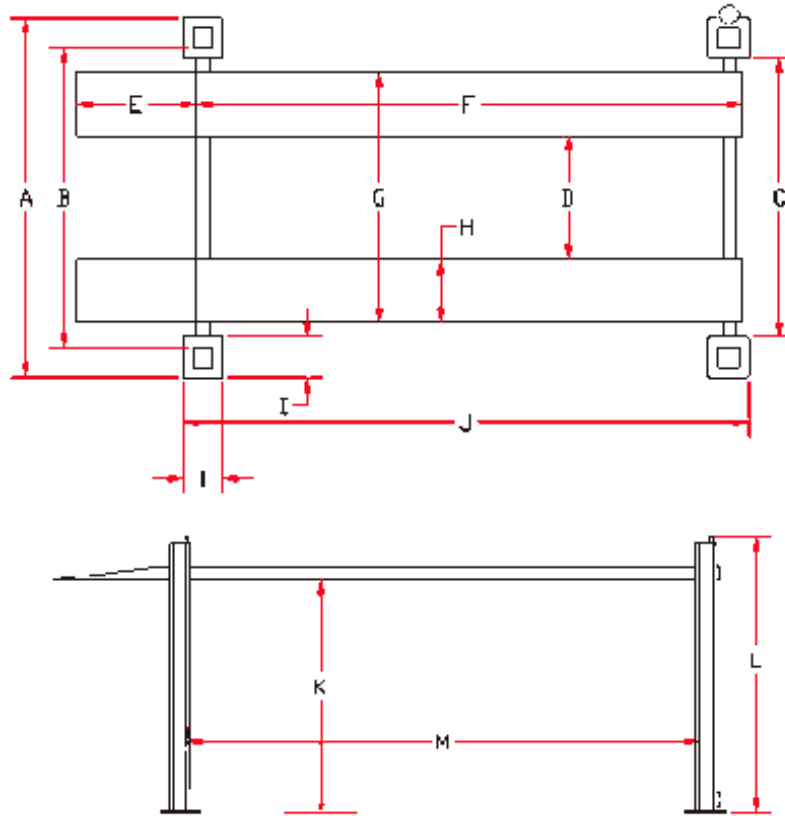

Рис. 1 Основные размеры
2.2.1 Основой конструкции подъемника (см. рис.1) служат стойки, представляющие собой стальные гнутые профили с приваренными снизу плитами оснований (служат для крепления на месте установки).